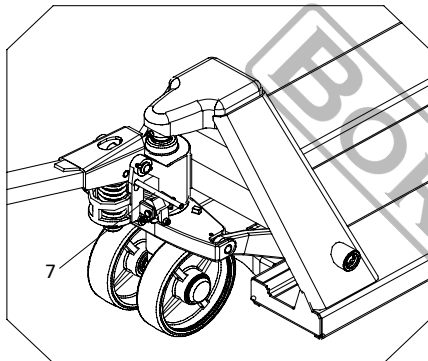

Fig. 3
6. Ruotare l'impugnatura in posizione orizzontale, estrarre il perno 7 e riporlo in un luogo sicuro per l'uso successivo. (Fig. 3)